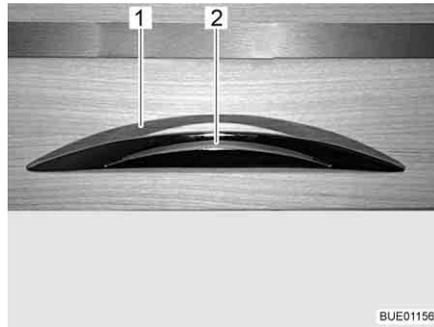

Fig. 42 Trampilla de mueble con tirador de desbloqueo
- Presionar el tirador de desbloqueo (Fig. 42,2) y mantenerlo presionado.
- Tirar del tirador de desbloqueo (Fig. 42,1) hasta que la trampilla de mueble esté abierta.